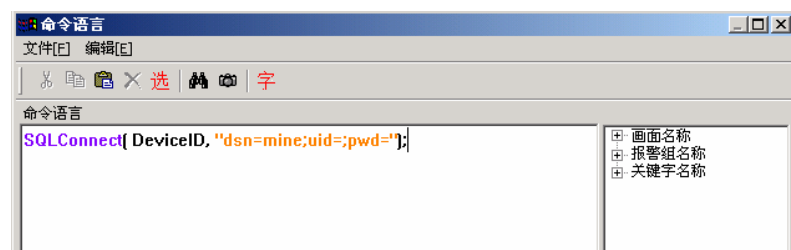

图 9-4 数据库连接命令语言
5、在按钮的弹起事件中输入如下命令语言，如图 9-4 所示：